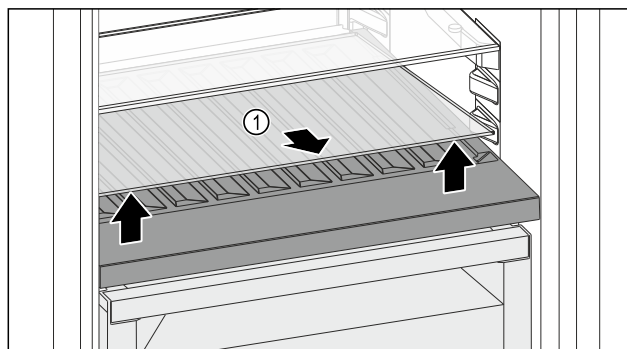

Fig. 116
- Skleněnou desku Fig. 116 (1) zvedněte za vybrání vpředu a vyjměte ji.
- Skleněnou desku Fig. 116 (1) uložte bezpečně mimo spotřebič.